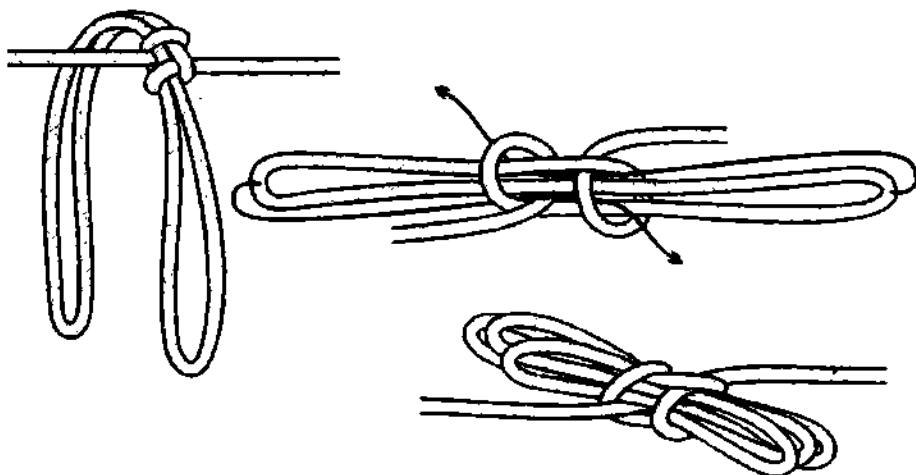
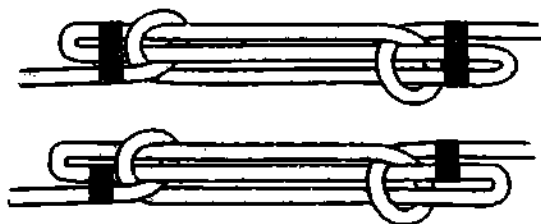

Рис. 125. *Колышка*, со сложенными внутри петлями и сдвинутыми друг к другу полуштыками, более стабильна и компактна.
Рис. 137. Крайние петли *колышки* фиксируются бензелем.
**Баранья нога** почти всегда вязалась с бензелями, когда петли присоединялись к коренным концам схватками. Это гарантировало узлу 100% стабильность и надёжность (рис. 137). Если нет времени или возможности прихватить *колышку* бензелем, то безопасность её можно повысить во много раз, если сблизить вплотную полуштыки и хорошенько их затянуть (рис. 124 Б). Практика показывает, что такая **баранья нога** наиболее стабильна. Такой узел способен выдержать даже непродолжительные рывки, и надёжней держит на тонкой синтетической верёвке. Но даже связанная таким образом *колышка* всё равно остаётся довольно неустойчива к аварийным нагрузкам, да и длинные петли могут мешать во время работы. Чтобы устранить этот недостаток, петли можно пропустить через калышки и сложить внутри узла (рис. 125). Во время работы петли уже не будут мешаться и цепляться, а стабильность узла увеличивается во много раз. К тому же радиус кривизны изгибов в калышках увеличивается во много раз и узел уже совсем не ослабляет верёвку.
Наложение бензеля – один из самых лучших способов усиления *кольшки*, особенно когда узел предполагается использовать длительное время (рис. 137). Вместо верёвочных бензелей можно использовать проволочные схватки, скотч, изоляционную ленту или лейкопластырь. Узел со схватками не боится резких рывков и ослаблений верёвки.